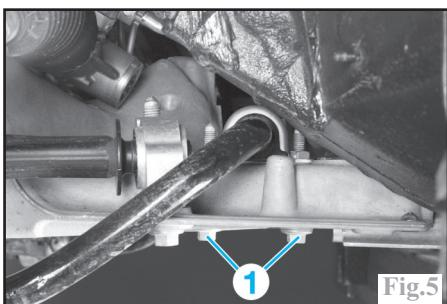

Fig.5
- les quatre vis de fixations (1) (Fig.5) des deux paliers de la barre stabilisatrice.